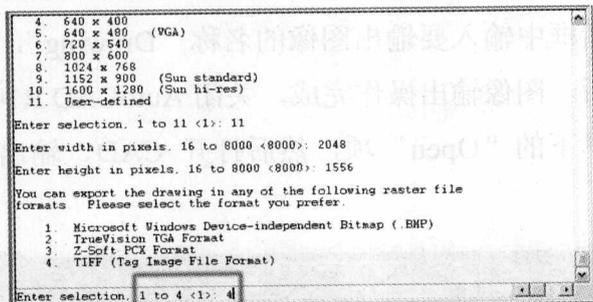

图 2-6
(5) 确定后会在文字窗口中弹出“Please select the format you prefer”信息行, 让你选择所要的图像格式。如图 2-6 所示, 系统提供了四种图像格式: BMP、TGA、PCX 和 TIFF。我们选择第四种“TIFF (Tag Image File Format)”格式, 在下面的“Enter Selection.1 to 4 (1)”提示行后输入“4”, 然后按【回车】键确定。